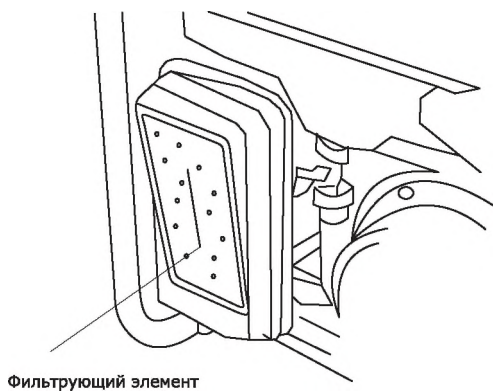

Рис. 17
- Откройте крышку фильтра (Рис.17).